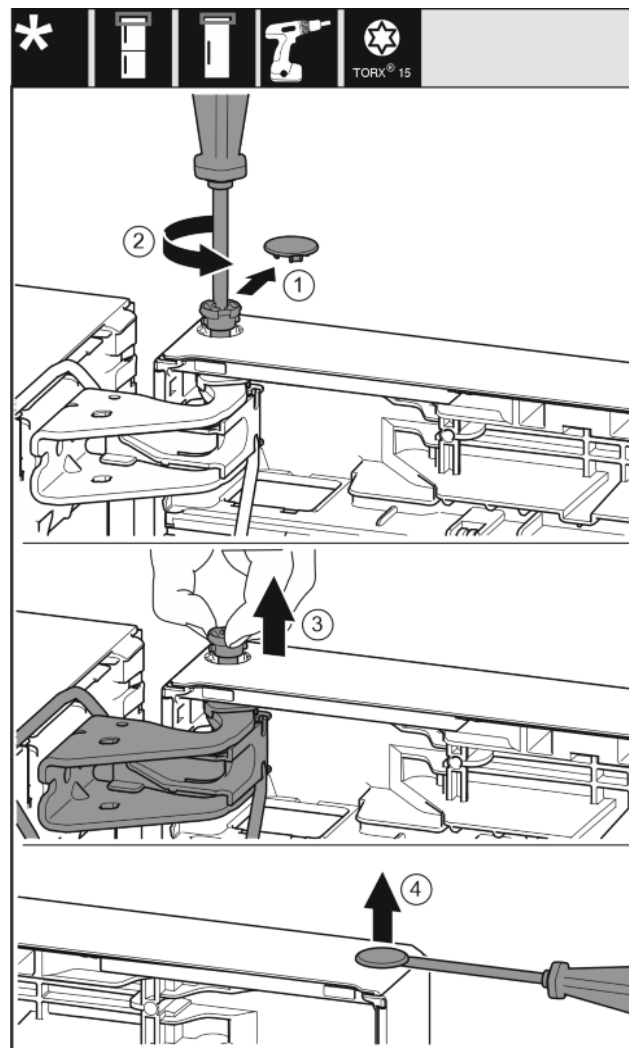

Fig. 18
- ▶ Óvatosan húzza le a biztonsági fedelet. *Fig. 18 (1)*
- ▶ Tekerje ki a csapot egy kissé a T15 csavarhúzóval. *Fig. 18 (2)*
- ▶ Tartsa meg az ajtót, és húzza ki a csapszeget az ujjával. *Fig. 18 (3)*
- ▶ Óvatosan emelje ki a dugaszt az ajtó csapágyperselyéből lapos csavarhúzóval, és húzza ki. *Fig. 18 (4)*